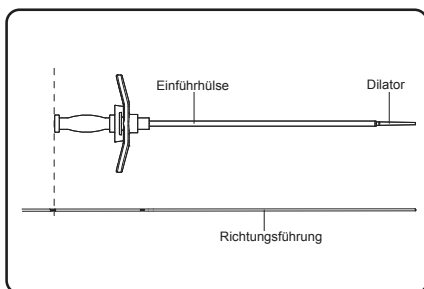

Abbildung 10. Die Dilatorhülse mit der entsprechenden Markierung an der Richtungsführung ausrichten.
5. Die Richtungsführung an der Einschnittstelle festhalten. Den Dilator und die Einführhülse über die Richtungsführung schieben und in das Foramen schieben. Die dritte proximale Tiefenmarkierung an der Richtungsführung ist mit der Oberseite der Dilators auszurichten (**Abbildung 10**). Falls möglich, sollte fluoroskopisch bestätigt werden, dass die strahlenundurchlässige Markierung der Einführhülse auf halben Weg bis zu zwei Drittel des Weges in der Kreuzbeinplatte zu liegen kommt.